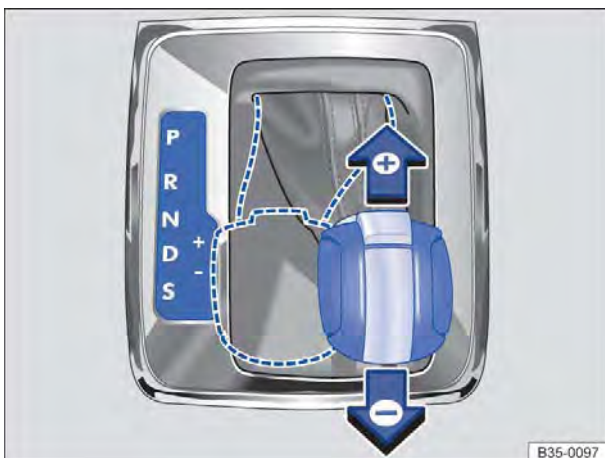

Fig. 145 Alavanca seletora na posição Tiptronic (veículos com direção à esquerda). Veículos com direção à direita são espelhados.
- Mover a alavanca seletora para frente  ou para trás  para aumentar ou diminuir a marcha $\Rightarrow$ Fig. 145.